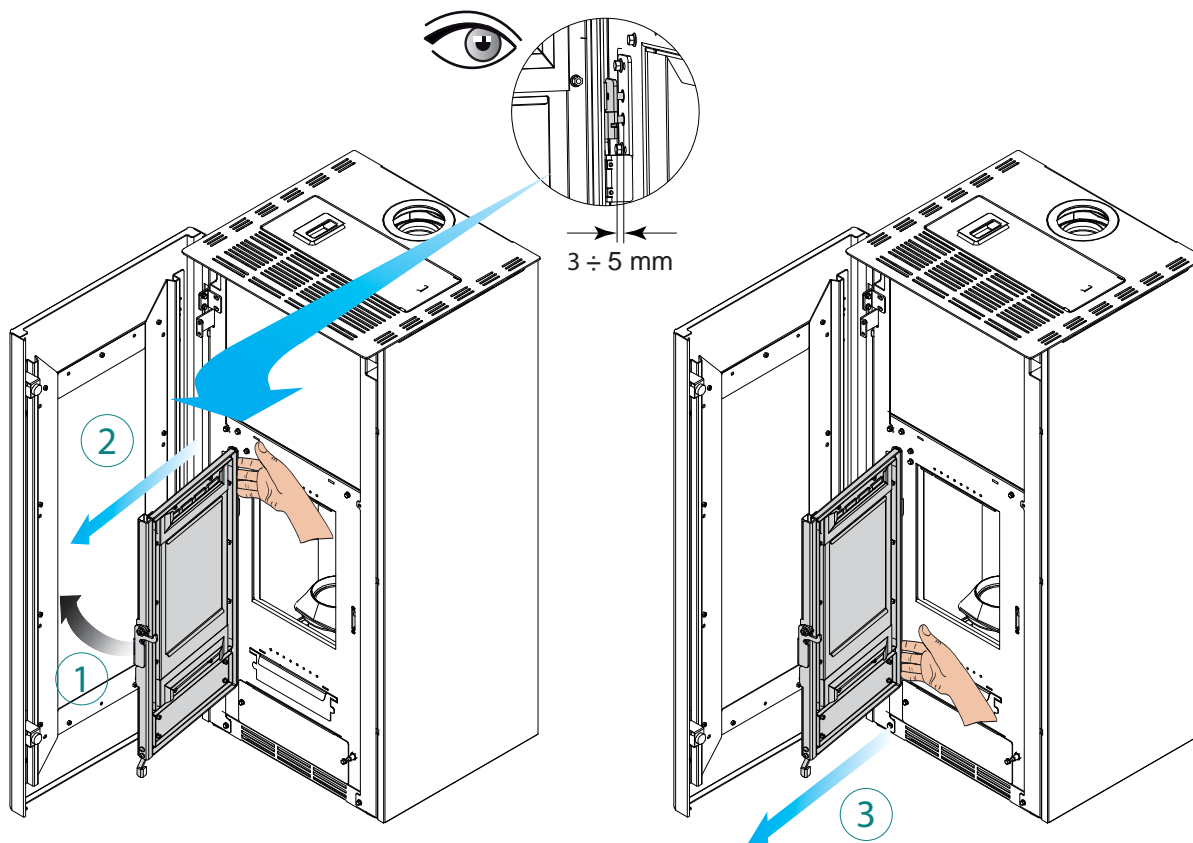

fig. 6.1
- Verificare il corretto funzionamento delle molle cerniere porta come da Fig. 6.1